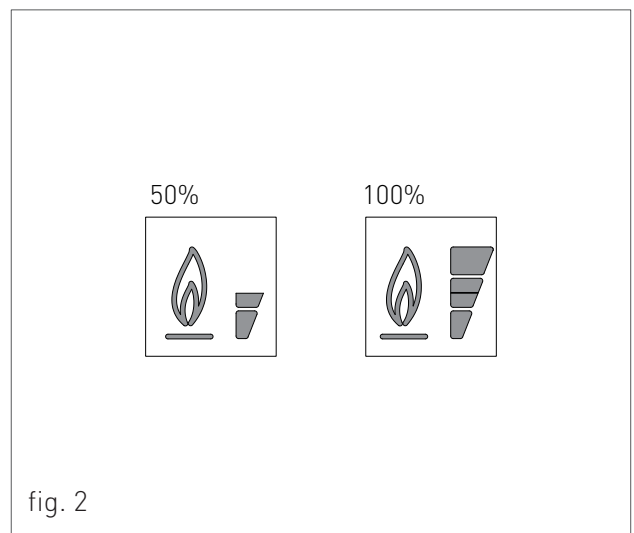

fig. 2
4. SEGNALAZIONE FIAMMA PRESENTE / INDICA ANCHE, SU 2 LIVELLI DI PERCENTUALE, IL GRADO DI POTENZA DI MODULAZIONE DELLA CALDAIA (fig.2)
Per ripristinare la pressione idrica dell'impianto aprire il rubinetto di carico "R" (fig. 1) e controllare, attraverso il manometro "M" (fig. 1) che la pressione dell'impianto raggiunga 1.2 bar, corrispondente alla metà della zona verde 'ZV' (vedi fig. 2).